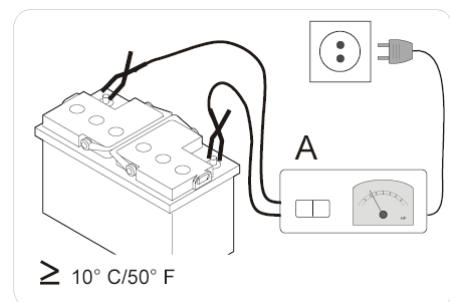

图 18
4.1 在新车检测或易手车检测之前 ⇒ 连接推荐的充电器，请参见步骤→ 11.，（→ 图 18）。